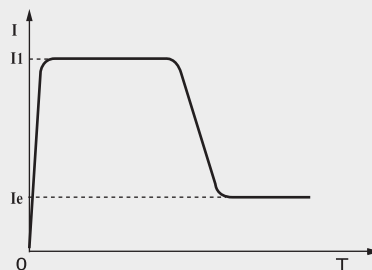

图 4
- 突跳+限电流启动：用于重载时静摩擦力太大电机不能起转的场合启动波形如图4。